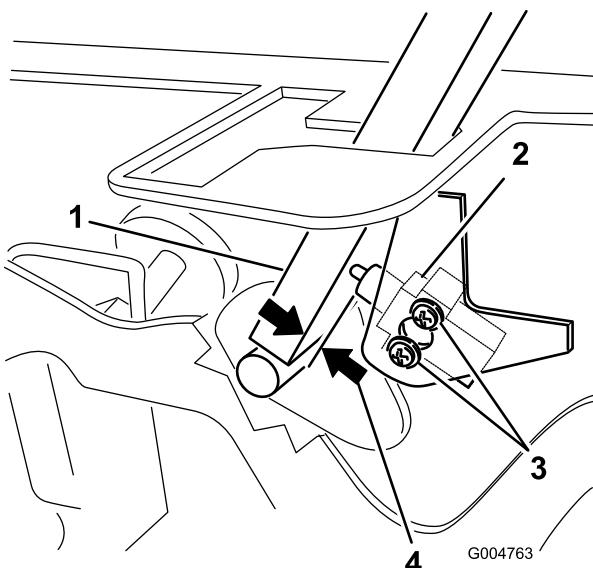

Figura 51
3. Desaperte os 2 parafusos que prendem o interruptor de segurança (Figura 51).
4. Segurando na alavanca de controlo encostada à estrutura, desloque o interruptor na direção da alavanca até que a distância entre a alavanca e o corpo do interruptor seja 0,4 a 1 mm, como se mostra na Figura 51.